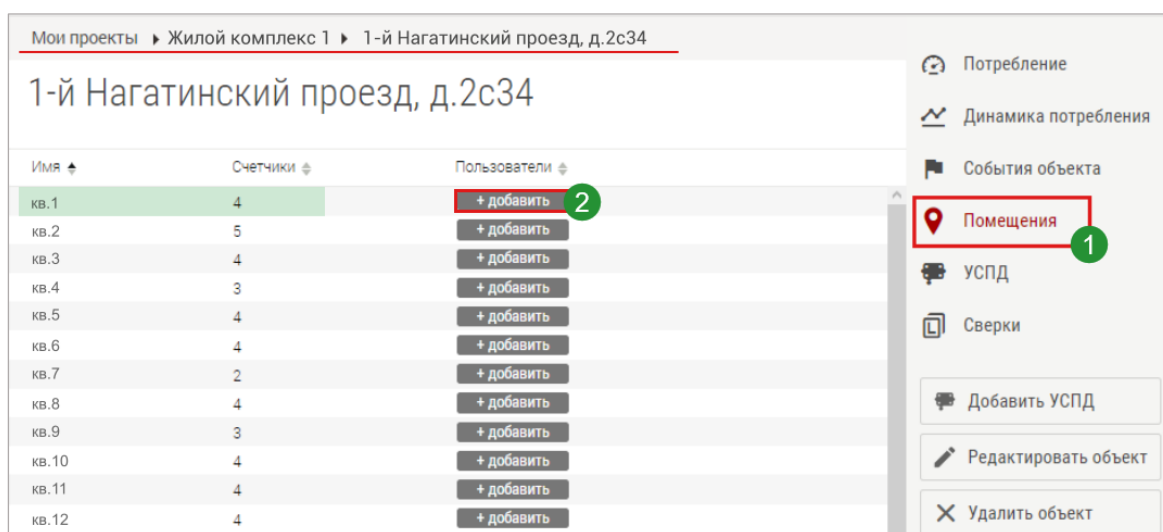

Рис. 43. Меню «Помещения» для предоставления доступа к данным отдельным пользователям.
1. Зайдите в меню **Мои проекты** → **Проект** → **Объект** → **Помещения** (Рис. 43). В открывшейся таблице в столбце «Имя» дан список помещений, к каждому из которых можно предоставить персональный доступ пользователям (в нашем примере – список квартир жилого дома). В столбце «Счетчики» указано количество счётчиков и датчиков, находящихся в этом помещении.